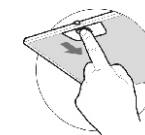

рис. 4
- перед установкой вытяжки снимите алюминиевый фильтр (фильтры), для этого нажмите на пружинный замок на фильтре и потяните его вниз и на себя (рис. 4);